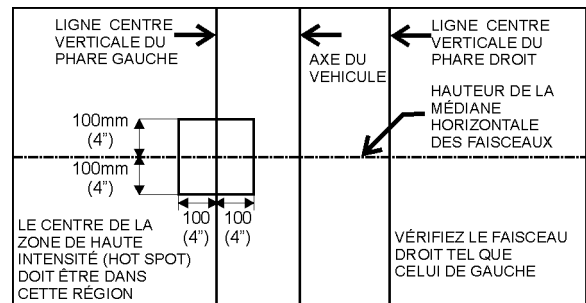

FIGURE 52 : LIMITES D'INSPECTION D'ORIENTATION DES FEUX DE ROUTE
6. Les feux de croisement sont orientés de sorte que le bord supérieur (le seuil) de la zone longue portée est à la position verticale selon le tableau 1 et le bord gauche de la zone longue portée est sur l'axe vertical du phare (Figure 52).